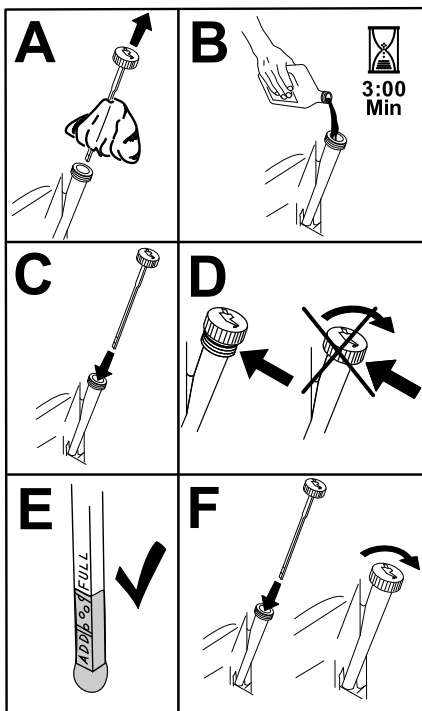

Figura 18
5. Vierta lentamente un 80% aproximadamente del aceite especificado por el tubo de llenado, luego añada lentamente el resto del aceite hasta que llegue a la marca Full (Lleno) (Figura 18).
3. Llene el cárter con el tipo correcto de aceite nuevo (Figura 18).